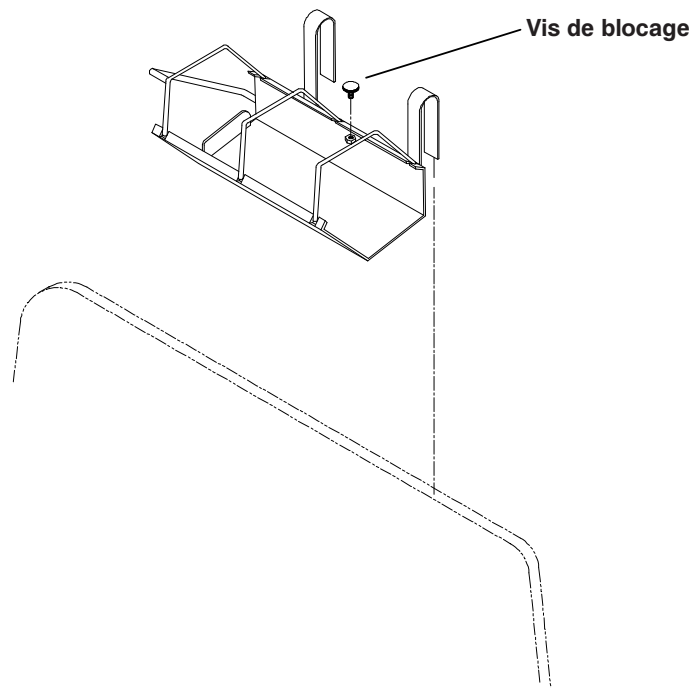

Figure 1
1. Accrochez le support de bouteille sur le panneau de tête ou de pied à l'aide de ses crochets (voir Figure 1, ci-dessous).
Référez-vous aux Figures 1 à 4 ci-dessous.